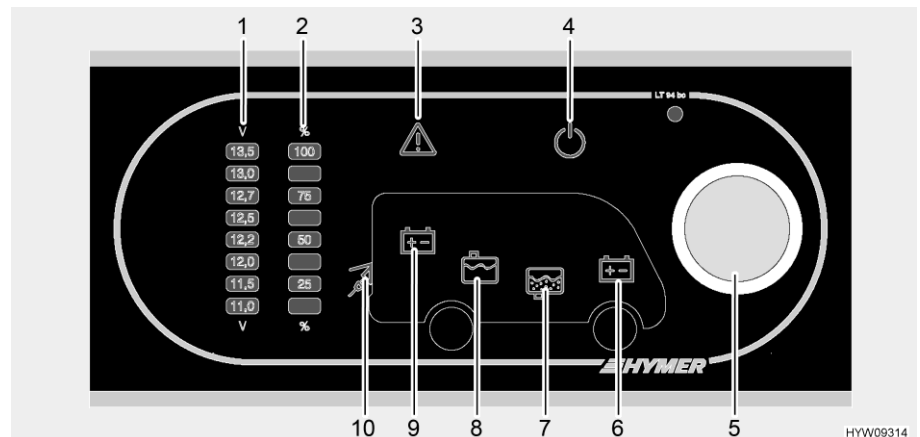

Bild 144 Panel (LT 94)
Med vridknappen (Bild 144,5) kopplas panelen och bodelens 12 V-försörjning till eller från.
- Tryck på vridknappen (Bild 144,5): 12 V-försörjningen för bodelen är påslagen. 12 V-kontrollampan (Bild 144,4) lyser.
- Tryck på vridknappen (Bild 144,5): 12 V-försörjningen för bodelen är avstängd. 12 V-kontrollampan (Bild 144,4) slocknar.
Med vridknappen (Bild 144,5) kan både spänningen av bodelsbatteriet och spänningen av startbatteriet avläsas. Spänningen visas på visarskalan för batterispänning (Bild 144,1).
- Vrid vridknappen (Bild 144,5) tills symbolen av batteriet som ska avläsas lyser.
|        | Bodelsbatteriets spänning visas (Bild 144,9) |
|        | Startbatteriets spänning visas (Bild 144,6)  |
- Spänningen avläses på visarskalan batterispänning (Bild 144,1).
Med hjälp av vridknappen (Bild 144,5) kan såväl nivån i vattentanken som i avloppstanken avläsas. Nivån visas på visarskalan för tanknivån (Bild 144,2).
- Vrid vridknappen (Bild 144,5) tills symbolen av tanken vars nivå ska avläsas lyser.
|   | Vattentankens nivå visas (Bild 144,8)  |
|  | Avloppstankens nivå visas (Bild 144,7) |
- Nivån visas på visarskalan för tanknivån (Bild 144,2).
Varningslampan alarm (Bild 144,3) blinkar, så snart som definierade gränsvärden överskrids eller underskrids.
Varningslampan alarm (Bild 144,3) blinkar, batteriets spänning är under 11 V. Om 12 V-försörjningen är påkopplad, lyser dessutom resp. batterisymbol upp (Bild 144,6 eller 9), och displayen "11,0" på visarskalan batterispänning (Bild 144,1) blinkar. Snart djupurladdning.
**Tanklarm** Varningslampan alarm (Bild 144,3) blinkar och resp. tanksymbol (Bild 144,7 eller 8) lyser upp, så snart som vattentanken eller avloppstanken är full.
230 V-kontrollampan (Bild 144,10) lyser när nätspänningen ligger på elblockets ingång.